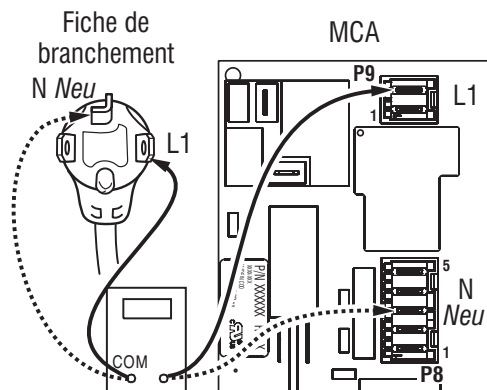

Figure 4 - Raccordement entre fiche et borne pour une sècheuse électrique.
4. Avec un ohmmètre, contrôler la continuité entre les broches L1 et N de la fiche de branchement du cordon d'alimentation et les bornes L1 et N du MCA. Voir figure 4.